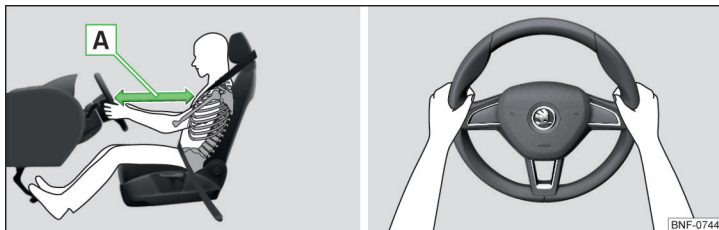

Fig. 2 Poziția corectă a scaunului șoferului/Poziția corectă la volan
- ✓ Reglați scaunul șoferului, astfel încât pedalele să poată fi apăsate complet cu picioarele ușor îndoite iar distanța dintre volan și stern să fie de cel puțin 25 cm » fig. 2 - A.
- În timpul mersului volanul trebuie ținut cu ambele mâini, de partea exterioară laterală, în poziția „orei 9” și „orei 3” » fig. 2. Nu țineți niciodată volanul în poziția „ora 12” sau în altă poziție (de exemplu de centrul volanului, de marginea interioară etc.). În caz contrar, la declanșarea airbagului se pot produce accidente grave la brațe, mâini și cap.